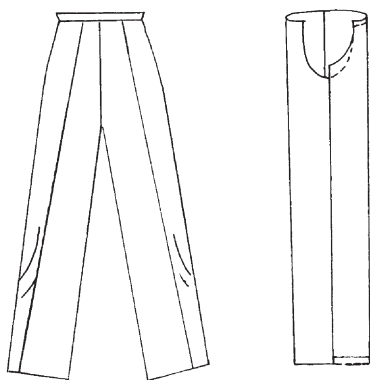

Рис. 52. Сгибы передних половинок смещены наружу
*Дефект 3:* сгибы передних половинок смещены наружу (рис. 52).